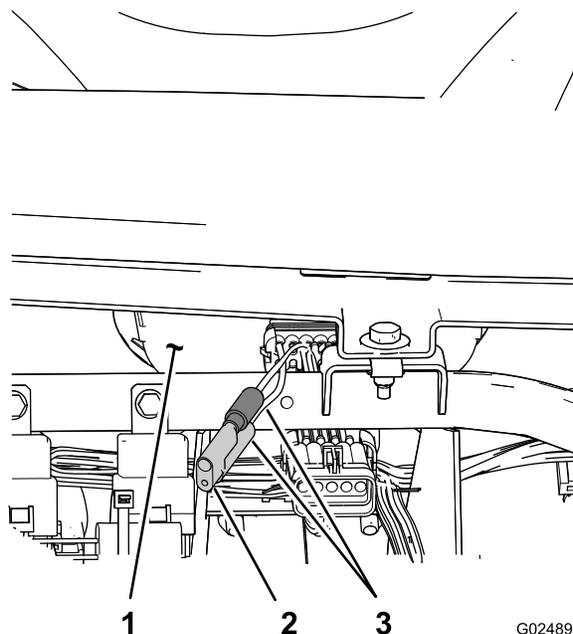

Figura 83
3. Individuate i due cavi liberi vicino al tachimetro (Figura 83).
4. Rimuovete lo spinotto di connessione dal cablaggio elettrico e collegate i cavi tra loro (Figura 83).